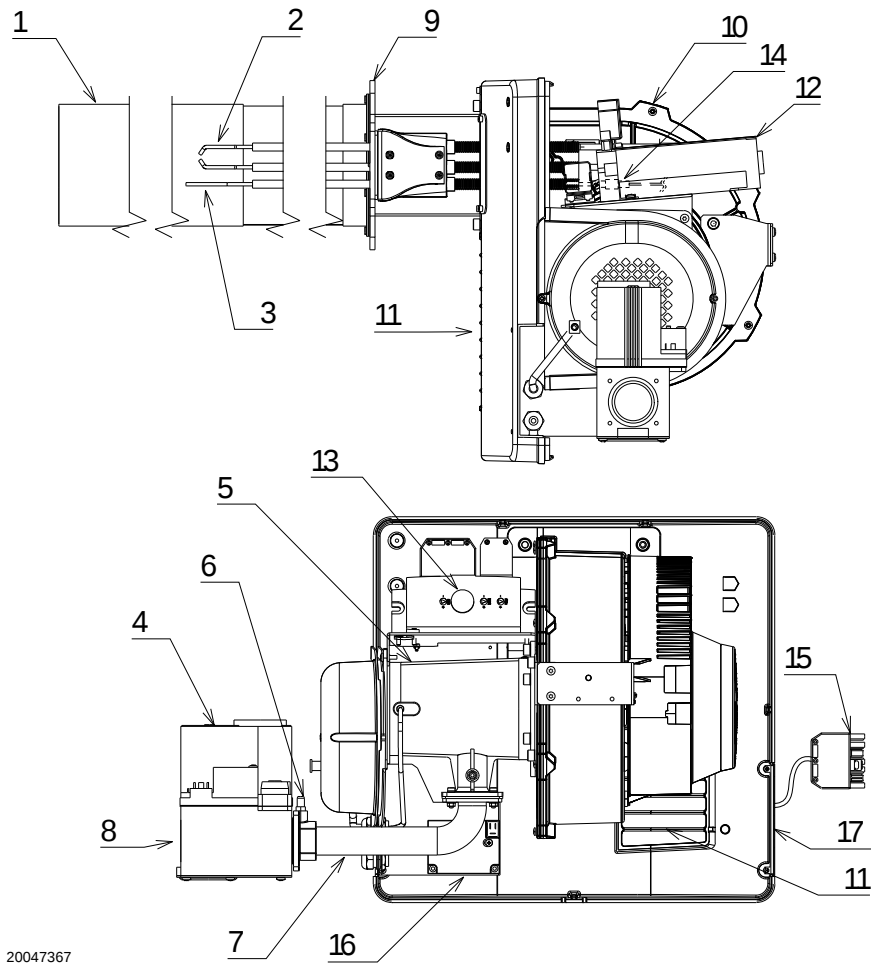

Fig. 2
- (1) Condizioni di riferimento: Temperatura ambiente 20°C - Temperatura gas 15°C - Pressione barometrica 1013 mbar - Altitudine 0 m s.l.m.
(2) Pressione gas di ingresso 8)(Fig. 2) con pressione zero in camera di combustione ed alla potenza massima del bruciatore.
(3) Test di emissioni sonore effettuati secondo la normativa EN 15036-1 con accuratezza di misura $\delta = \pm 1,5$ dB, nel laboratorio di combustione del costruttore con bruciatore funzionante su caldaia di prova alla massima potenza.
l'accensione del pulsante dell'apparecchiatura 13)(Fig. 2) avverte che il bruciatore è in blocco.